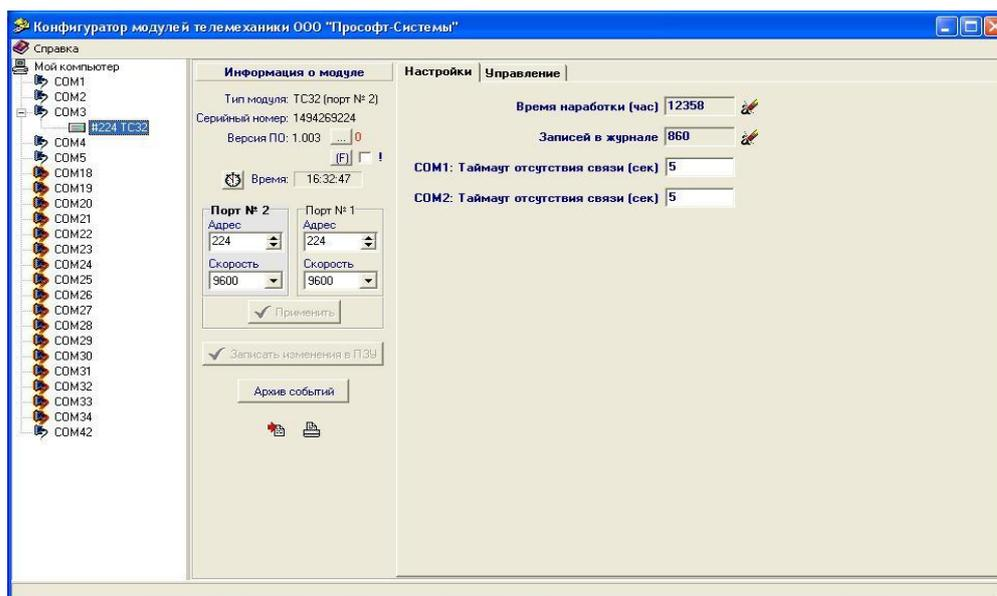

Рисунок 4.3.4. Настройка таймаутов сброса команды по отсутствию связи.
4.3.2.8 В правом поле окна (Рисунок 4.3.4) отображаются параметры настройки выходов модуля.